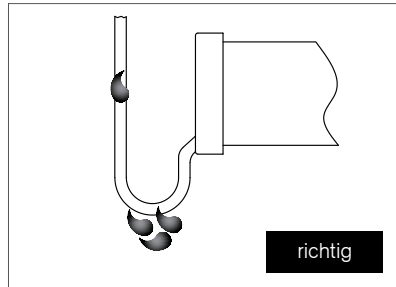

Abb. 15: **richtige** Motorkabelführung
- » den Clip (Abb. 15: Pos. 3) auf die Öse (Abb. 15: Pos. 2) schrauben
- » die Öse (Abb. 15: Pos. 2) in das Loch eindrücken, bis das Gestänge einrastet
- » dabei wird der Clip (Abb. 15: Pos. 3) beschädigt und muss für die nächste Bedienung ausgetauscht werden (Ersatzclip im Zubehör)